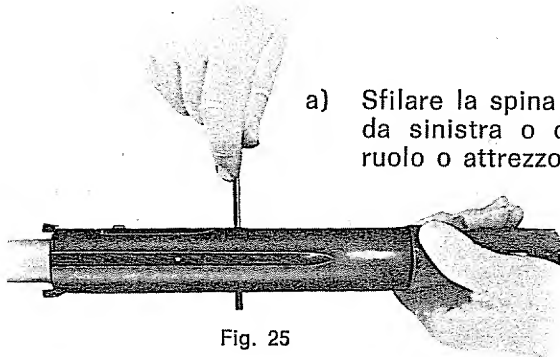

Fig. 25
a) Sfilare la spina (tav. 2' - Q) spingendola da sinistra o da destra con un punteruolo o attrezzo equivalente (fig. 25).
- a — with a punch push out trigger plate pin (Q - Table 2) from either end (fig. 25).
- a — *avec un poinçon chasser la goupille du pontet, (table 2 - pièce Q) ce qui peut se faire d'un côté ou de l'autre (fig. 25)*